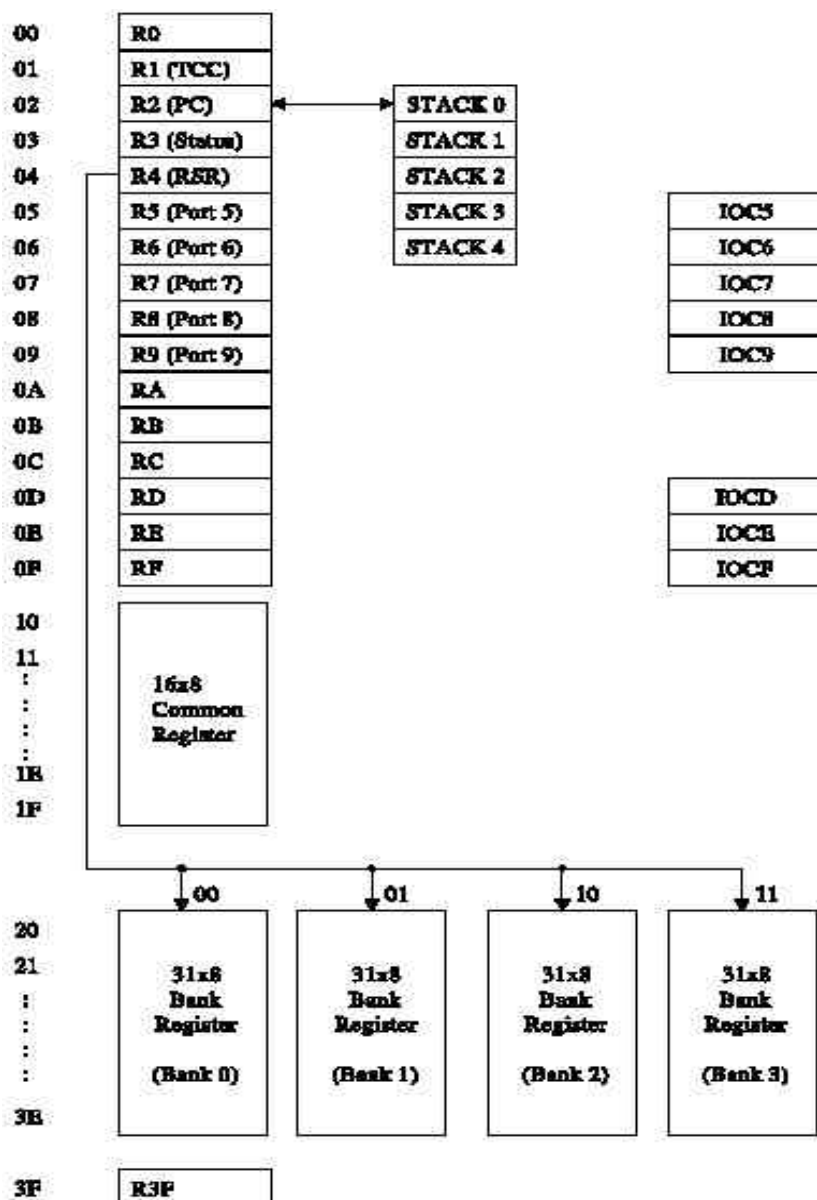

图4 数据寄存器结构
- 第 4 位 (T) 溢出位，执行 SLEEP 或 WDT 指令或上电后置 1，WDT 溢出时清 0。
- 第 3 位 (P) 低功耗位，执行 WDT 指令或上电后置 1，执行 SLEEP 指令后清 0。
- 第 2 位 (Z) 零标志位，当算术运算或逻辑运算结果位 0 时该位置 1。
- 第 1 位 (DC) 辅助进位标志。
- 第 0 位 (C) 进位标志。
- 参见图 4 所示数据存储器结构。